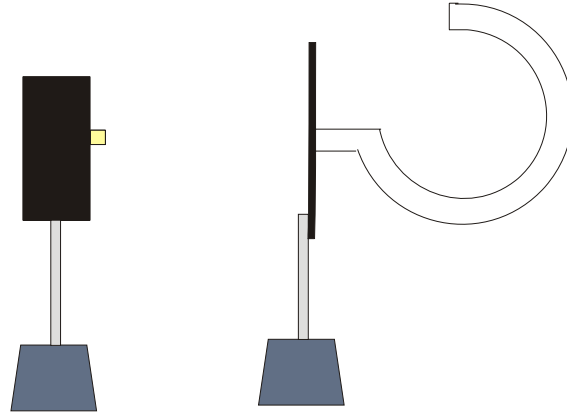

Fig. 1 Experimenteller Aufbau mit dem Diodenlaser (U16040)
- Experiment gemäß Fig. 1 aufbauen.